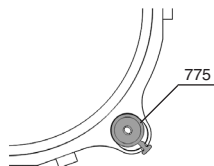

Рис. 2
- для сокета 775 - будет располагаться ближе к условному центру рамки (Рис.2).